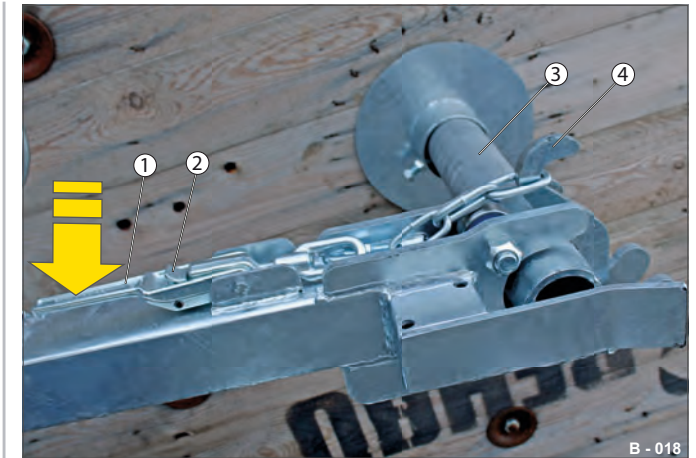

Fig. 15 Kabeltromle sikret
► Tryk håndtaget (Fig. 15 /1) i med flad hånd. Sikringen går i indgreb, og excenterlukningen er lukket. Kabeltromlen er optaget og sikret.